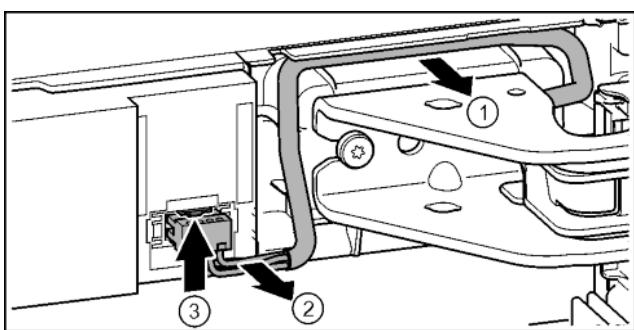

Fig. 21
- Осторожно освободить кабель над опорным кронштейном из направляющей. Fig. 21 (1)
- Аккуратно вытянуть жилы кабеля из канала. Fig. 21 (2)
- Прижать соединительную накладку вверх и осторожно вынуть штекер. Fig. 21 (3)